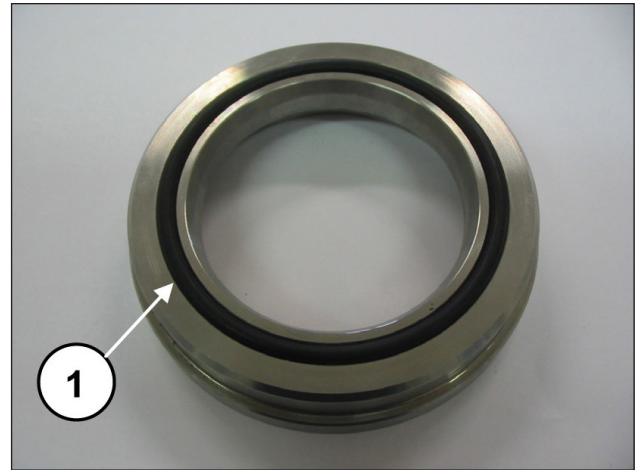

Abb. 156
Montieren Sie nun den O-Ring (Pos. ①, Abb. 156) in den Kopfring der KC-Dichtungen und setzen Sie letzteren in seine Aufnahme am Pumpenkopf ein.